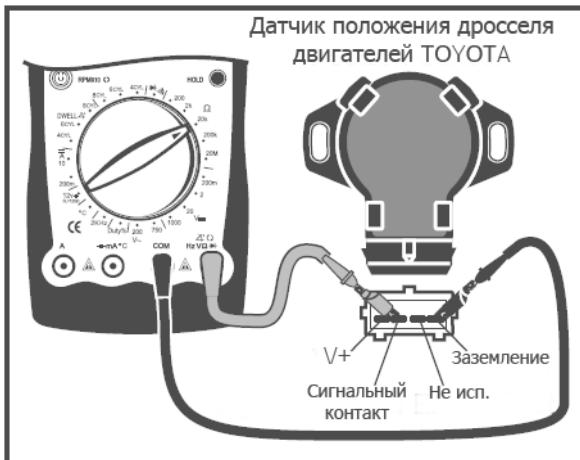

Рис. 21
- (1) Аналогично описанию измерения сопротивлений.
- (2) Когда общая температура нагревающегося датчика повысится, его сопротивление понизится. Тепловое сопротивление температурного датчика автомобильного двигателя обычно меньше 300Ω.
3. Датчик положения (См. рис. 21)